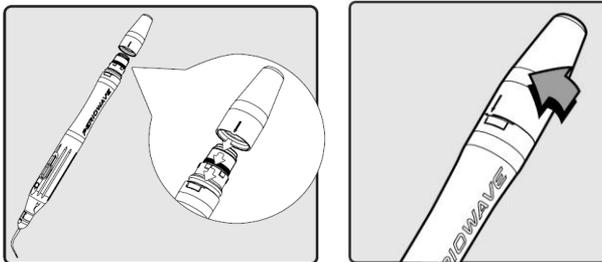

Abbildung 9: Anbringen der Endkappe
- Bestätigen, dass der hintere O-Ring immer noch richtig eingesetzt und frei von sichtbarem Verschleiß ist und ggf. ersetzen. Die Endkappe an der äußeren Hülle des HHL-1000 anbringen und drehen, um sie zu verriegeln (die richtige Platzierung ist durch Markierungen auf dem hinteren Teil der äußeren Hülle und der Endkappe angezeigt). Siehe *Abbildung 9*.